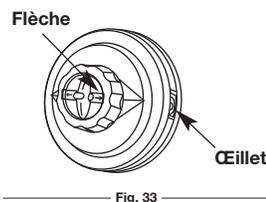

Fig. 33
- Alignez les flèches sur le bouton de butée avec les œillets du couvre-bobine, si ce n'est déjà fait. (Fig. 33)